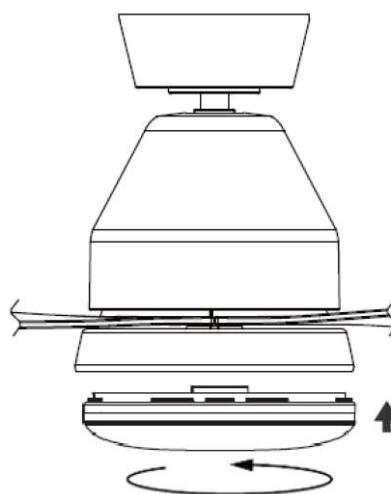

Fig. 6
- Instale el globo en el soporte para lámpara. (Solo para el ventilador con luz) Fig. 6